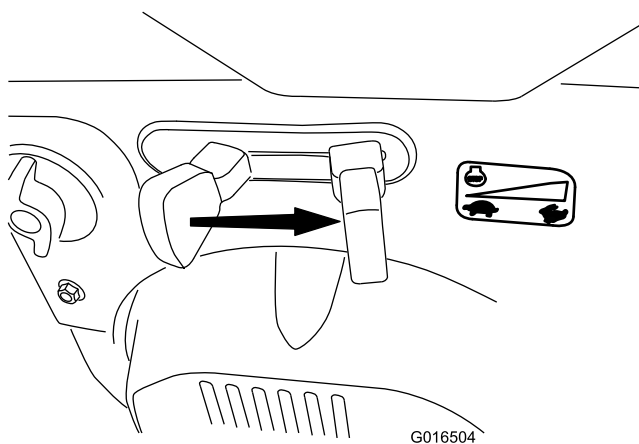

Figura 25
6. Spostate l'acceleratore alla massima, in posizione FAST (veloce) (Figura 25).